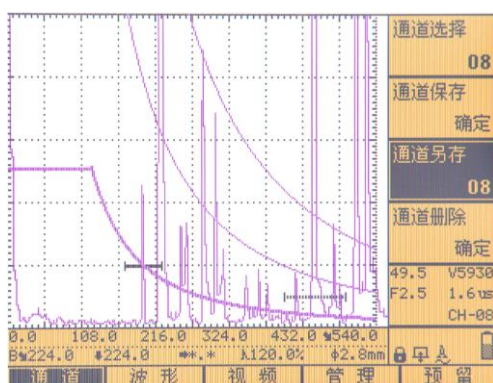

图 4.19
4、单击【通道】键，按【向下】键选择“通道另存”，如图 4.19 所示，右旋旋轮，选择空通道，按【确认】键，制作好的 AVG 曲线保存完成。